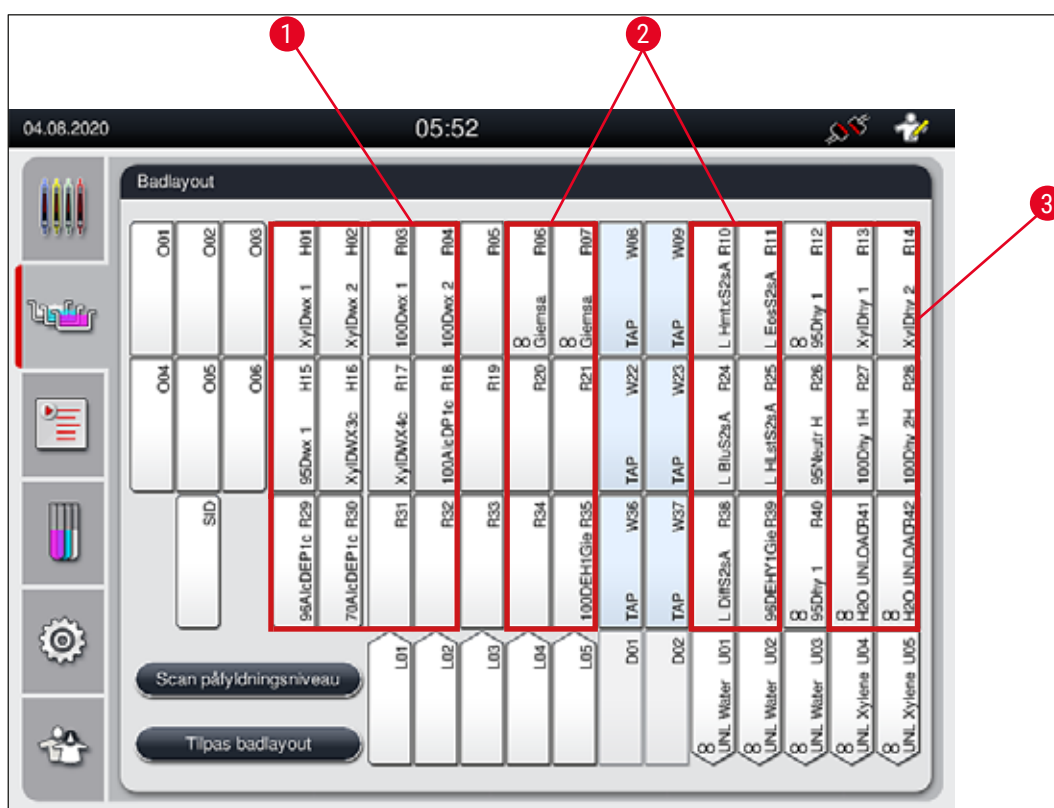

Fig. 40
- Farvningsreagenser, som kræver et efterfølgende skyllevandstrin, anbringes ved siden af skyllevandskuvetterne (→ "Fig. 40").